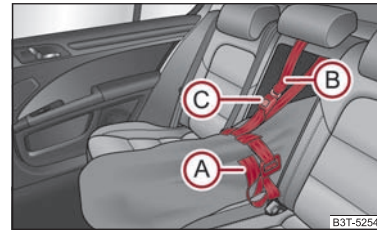

Fig. 115 Asigurarea sacului de transport
- Strângeți banda (A) ⇒ fig. 115 de capătul liber, în jurul schiurilor, în fața legăturilor.
- Introduceți banda de asigurare (B) prin orificiul din spătarul scaunului, în jurul părții de sus a spătarului.
- Introduceți banda de asigurare (B) în încuietoria (C) până se fixează cu zgomot. ▶